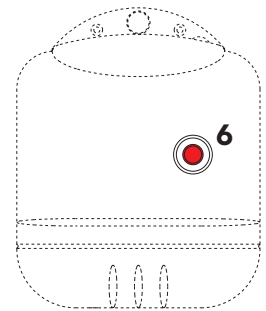

fig. 1
Ved kortvarige afbrydelser trykkes blot på afbryderen 5 (fig. 1) på kontrolpanelet, idet afbryderen indstilles i position "0".
- a) Blokering af brænderen signaleret ved hjælp af den respektive kontrollampe 6 (fig. 1). Se brænderens manual.